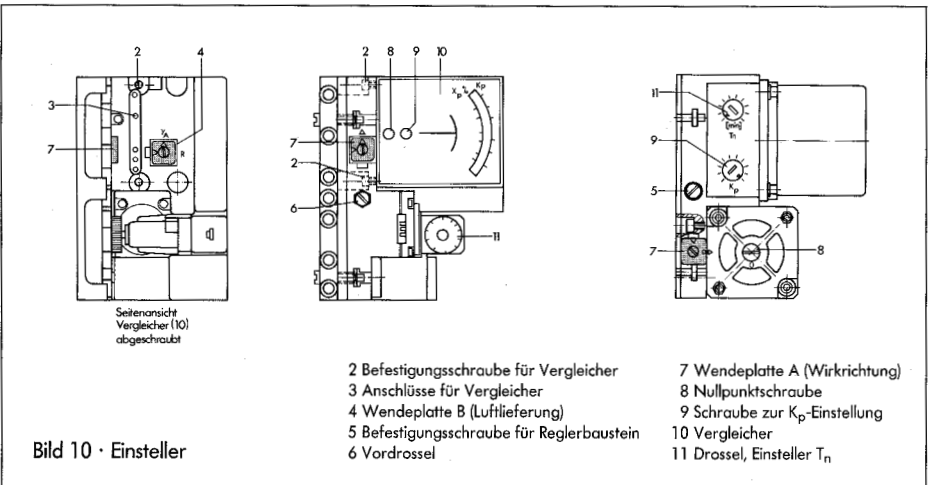

Bild 10 · Einsteller
5.1.1 Einstellen der Wirkrichtung (Bild 10)
Abweichungen von Soll- und Istwert können darüber hinaus am Reglerbaustein (Pos. 8, Bild 10) verstellt werden.
Sollte der Reglerbaustein nicht richtig aussteuern oder das Ausgangssignal ausbleiben, so ist die Vordrossel (Pos. 6 Bild 10) links unterhalb des Vergleichers herauszuschrauben und zu reinigen. Eventuell Sieb herausziehen und auswechseln (Bestell-Nr. 0550-0193). Die Steckanschlüsse des Reglerbausteines sind ebenfalls mit Sieben (Bestell-Nr. 0550-0186) ausgerüstet.
Alle für den Umbau benötigten Teile sind der Tabelle rechts zu entnehmen. Es empfiehlt sich alte Runddichtringe zu ersetzen und auch das Sieb in der Vordrossel (Pos. 6 Bild 10) auszutauschen.